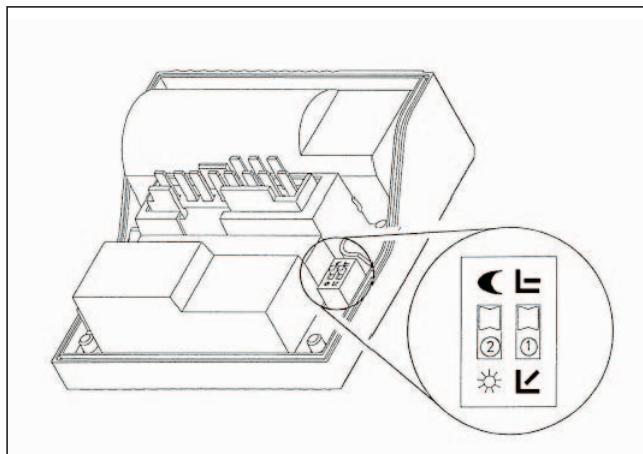

Fig. 3.3 Interrupteur DIP dans le couvercle de la boîte à bornes
- Réglez le commutateur DIP 2 (fig. 3.3) dans la boîte à bornes sur le symbole
- Réglez le commutateur DIP 2 (fig. 3.3) dans la boîte à bornes sur le symbole pour désactiver l'abaissement de nuit.